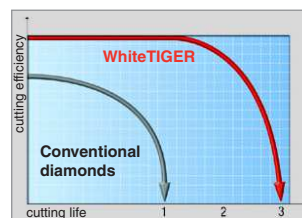

Fig. 3
**Durata massima di vita (Fig. 3)**
**Máxima vida útil (Fig. 3)**